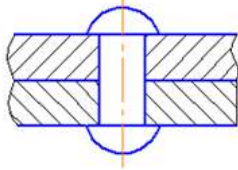

Рис. 2. Заклепочное соединение
**Заклепочное соединение** (рис. 2) относят к неразъемным.